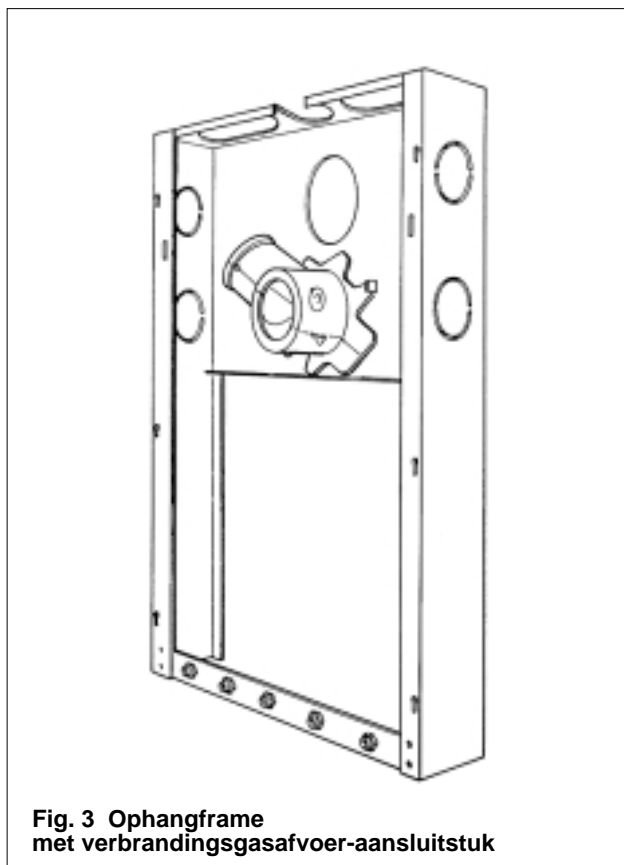

Fig. 3 Ophangframe met verbrandingsgasafvoer-aansluitstuk
- CV-en/of sanitair waterleidingen mogen achter het toestel doorlopen. (denk echter aan het verbrandingsgas afvoer-aansluitstuk fig. 3)
MONTAGE VAN HET FRAME MET VERBRANDINGS-GASAFVOER VIA AFVOERLEIDING VOOR OPEN EN GESLOTEN UITVOERING fig. 3
6. Plaats het aansluitstuk in de gewenste positie in het frame tussen de daarvoor aanwezige lippen. (fig. 3) Voor gesloten uitvoering kan de pijpmond van de verbrandingsgasafvoer naar links, naar rechts of onder een hoek van 45° geplaatst worden. Bij een open uitvoering kan de pijpmond naar links, rechts of naar boven gericht worden. Hierna de lippen omslaan zodat het aansluitstuk vastzit.